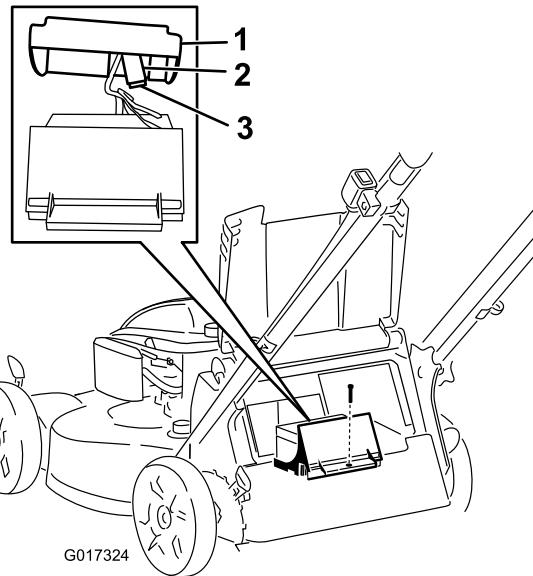

Figura 27
3. Retire el tornillo que sujetla el compartimento de la batería, tire de la batería hacia fuera y localice el fusible (Figura 27).
4. Cambie el fusible del portafusibles (Figura 27).